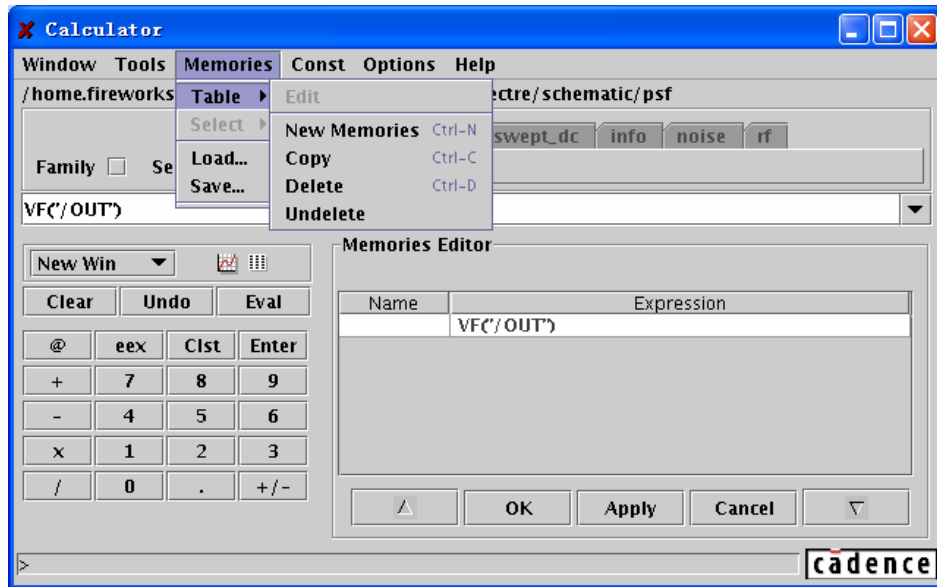

图 8.28 “Table” 子菜单目录
“Memories”中的“Table”子菜单如图 8.28 所示。在“Table”子菜单中包含 5 个菜单按钮，其功能一次如下：
- “Edit”: 打开 “Memories Editor” 窗口，如图 8.28 中所示。如果在这之前存储器中没有内容，使用 “Edit” 菜单还有 “New Memories” 的功能。在 “Memories Editor” 窗口中，可以编辑已有存储项的名称和表达式。点击 “OK” 或者 “Apply” 完成修改。